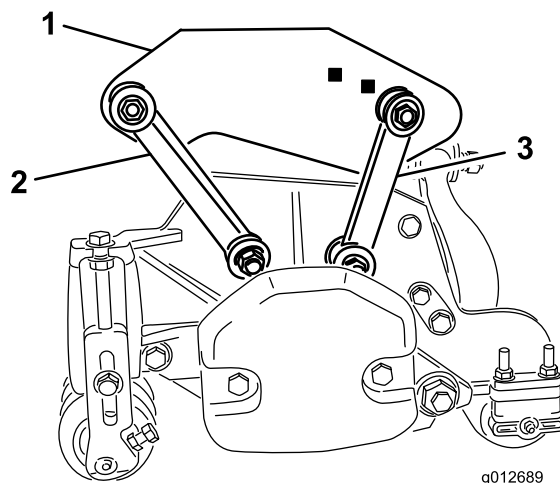

Figura 19
- Fixe as ligações de montagem à estrutura de suporte com um parafuso (3/8 x 2-1/4 pol.), 2 anilhas de cabeça chata e uma porca de bloqueio, como se mostra em Figura 19. Posicione uma anilha em cada lado da ligação quando estiver a montar. Aperte os parafusos com 42 Nm.
- Fixe as ligações de montagem traseiras à estrutura de suporte com um parafuso (3/8 x 2-1/4 pol.), 2 anilhas de cabeça chata e uma porca de bloqueio, como se mostra em Figura 19. Posicione uma anilha em cada lado da ligação quando estiver a montar. Aperte os parafusos com 42 Nm.